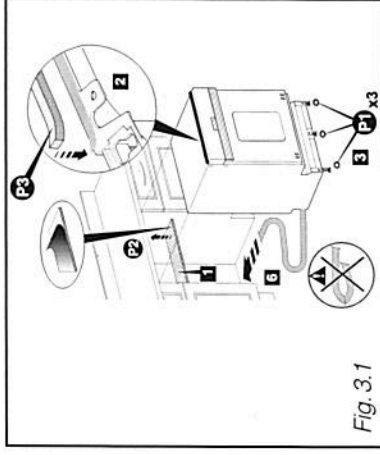

Fig. 3.1
- Colar o anti-embaciamento (Fig. 3.1)
- Colar a esponja de embutimento (Fig. 3.1)
- Encaixar os três cadinhos de baixo patins para facilitar o deslizamento da máquina de lavar louça (Fig. 3.1).